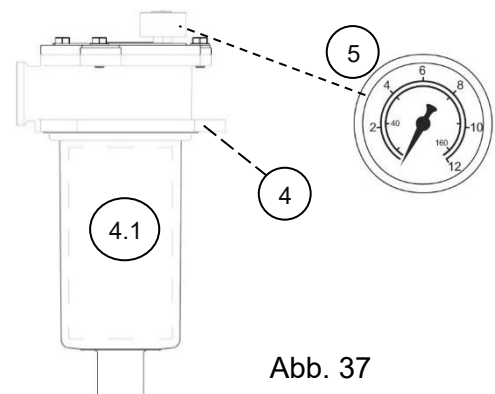

Abb. 37
Der Rücklauffilter (4) verfügt über einen austauschbaren Einsatz (4.1 –Art.-Nr.: **HR10035**), der bei jedem Ölwechsel ausgetauscht werden muss und wenn die Druckanzeige (5) max. 1,5 bar anzeigt – siehe Abb. 37.